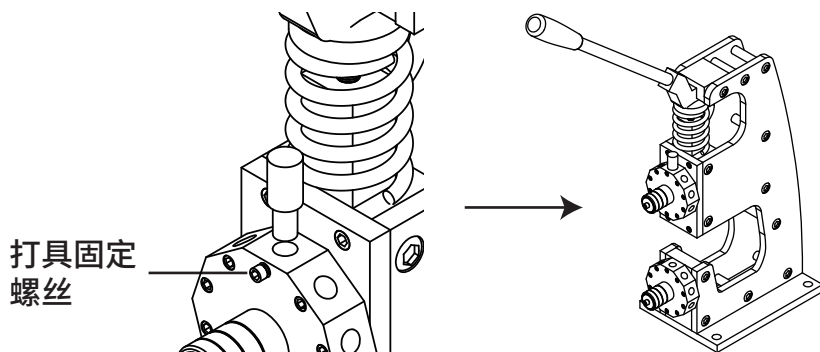

图3
- 3.如图3所示,使用打具固定螺丝(I)将公模具头拧紧固定。